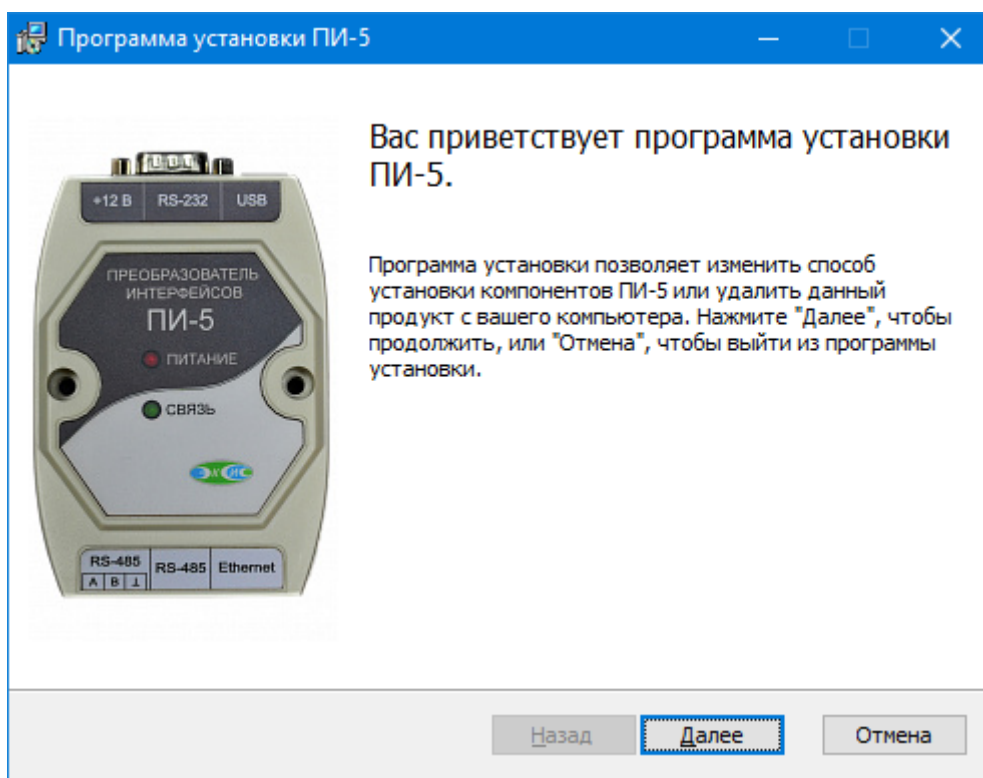

Рис. 2.9. Начало процесса удаления программы
1. Приветствие мастера установки (рис. 2.9).